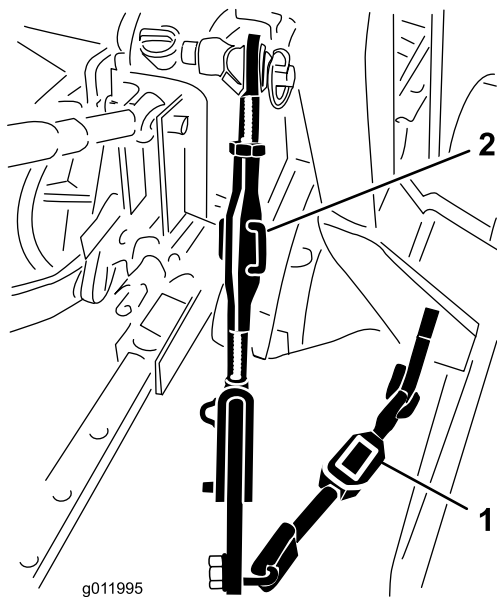

Figura 8
1. Ajuste los tensores inferiores hacia dentro hasta que toquen las chapas de montaje del soplador (Figura 8).
2. Giro el cuerpo del tensor lateral (si existe) para elevar o bajar el brazo de acoplamiento hasta que el soplador quede nivelado lateralmente (Figura 8).